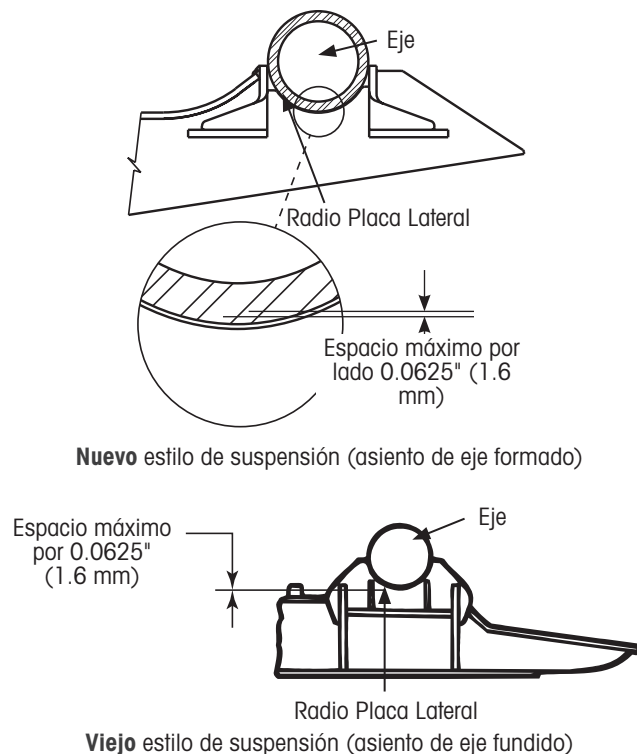
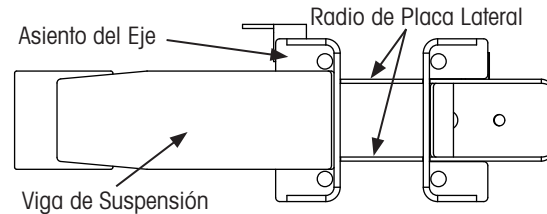
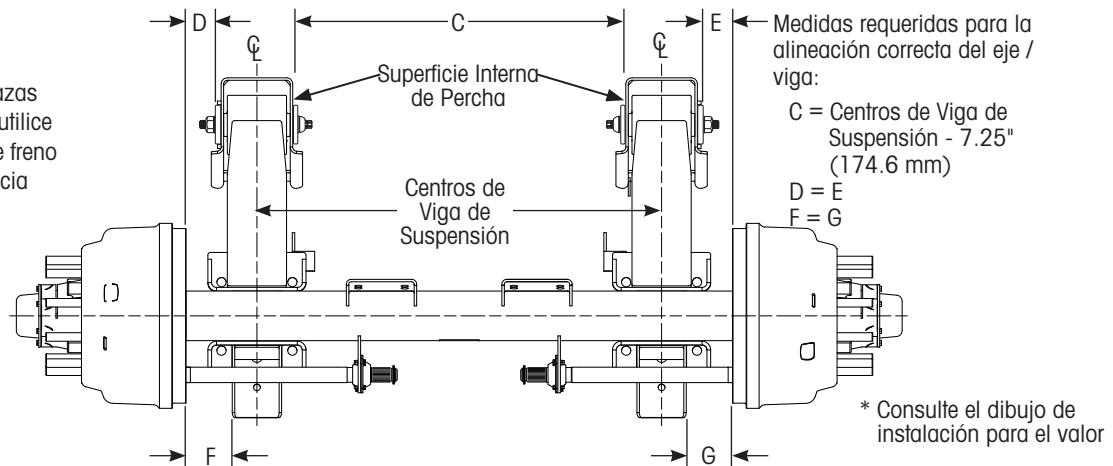
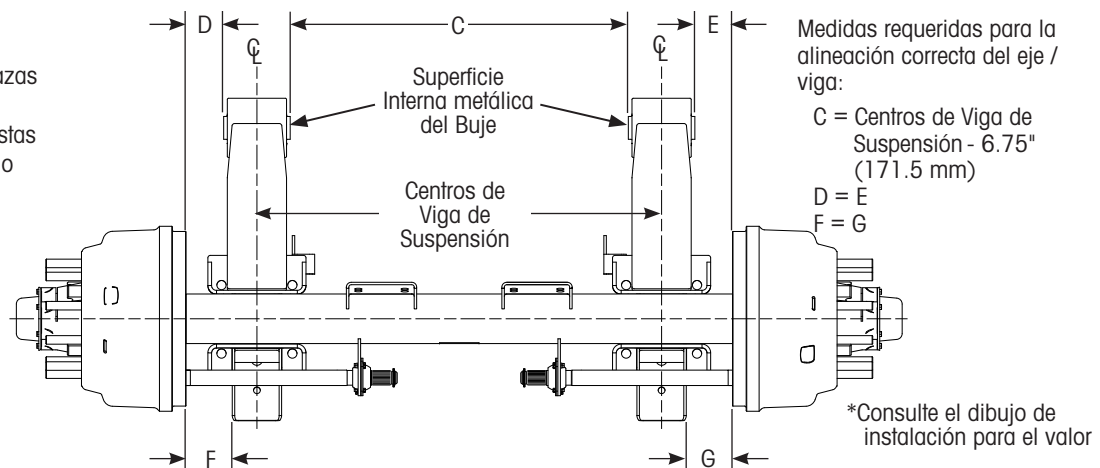

Figura 10: Especificaciones de Asiento de Eje
Figura 11: Ejemplo de Viga HT
Figura 12: Centrado de pivotes de la suspensión con el ensamblaje de percha/viga
Figura 13: Centrado de pivotes de la suspensión sin el ensamblaje de percha/viga
2. **Consulte** Figura 12 y el dibujo de instalación proporcionados para el espacio necesario para la dimensión aproximada centro-a-centro de viga de la suspensión.
IMPORTANTE: Al menos un lado de la placa lateral por viga (Figura 10 y Figura 11) por viga debe estar asentado en el eje. Los espacios entre el lado de la placa lateral no asentado y el eje puede ser de hasta $\frac{1}{16}$ inch (1.6 mm) máximo.
1. **Centre** aproximadamente el eje sobre vigas de la suspensión y **bájelo** en los asientos de eje como se muestra en el dibujo de instalación; similar a la Figura 10, arriba; Figura 2 en página 7; Figura 12 y Figura 13.
4. **Centre con precisión** el eje y alinee el ensamble eje/ viga midiendo los espacios izquierdo y derecho entre las vigas posicionadas y el freno o el ensamble de maza. **Consulte** las medidas listadas en (Figura 12 o Figura 13).
- El eje está firmemente asentado en al menos un lado de radio de placa en cada viga (Figura 10).
- Los espacios entre los radios de las placas laterales que no estén asentados y el eje no sean mayores a $\frac{1}{16}$ pulg. (1.6 mm) máximo (Figura 10).